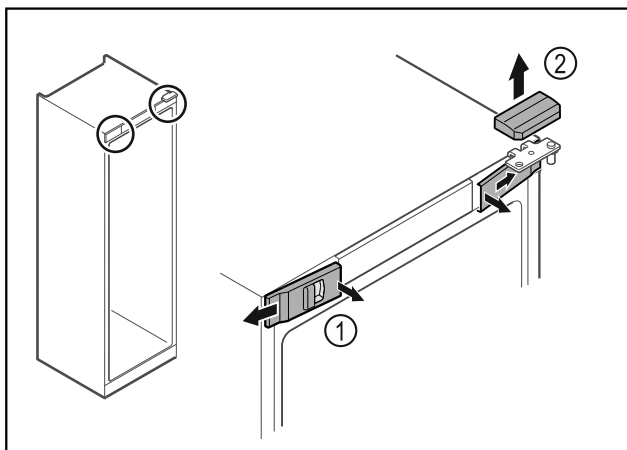

Fig. 6
- ▶ Disinnestare le coperture anteriori Fig. 6 (1) dall'interno ed estrarle lateralmente.
- ▶ Rimuovere la copertura superiore Fig. 6 (2) sollevandola verso l'alto.